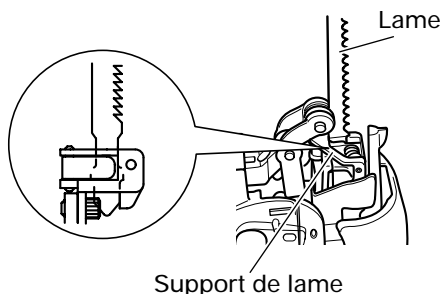

Fig. 4
- S'assurer que les saillies de la lame rentrent à fond dans le support de lame. (Fig. 4)